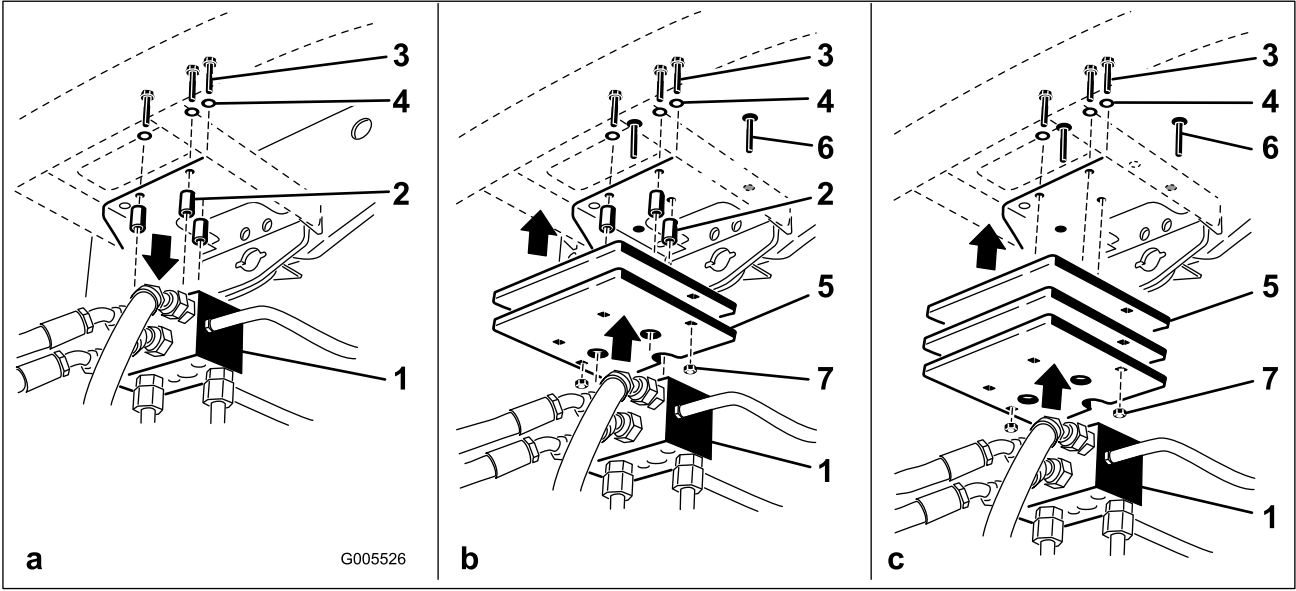

Рисунок 17
На моделях с приводом на четыре колеса используйте следующую процедуру для установки необходимого количества грузов (см. таблицы грузов) в верхней или нижней части заднего бампера, как показано на Рисунок 17.
- Удалите три болта и снимите шайбы с разделителями, прикрепляющие коллектор контура тяги к нижней части заднего бампера (Рисунок 17а).
- Установите груз(ы) и коллектор тяги на бампер с помощью ранее снятых трех болтов, шайб и разделителей (Рисунок 17б).
- Примечание:** Не используйте разделители, если вы устанавливаете более двух грузов **под** бампером (Рисунок 17в).
- Прикрепите наружные края груза(ов) к бамперу с помощью двух каретных болтов и гаек (Рисунок 17в).